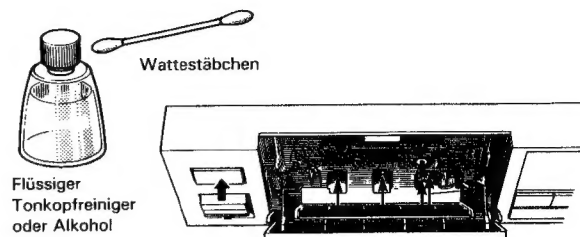

Fig. 22
3. Die Tonköpfe, Andruckrolle und Motorwelle mit einem in flüssigen Spezial-Tonkopfreiniger oder Alkohol (Weingeist) getauchten Wattestäbchen (Q-Tips) gründlich säubern. (Fig. 22)